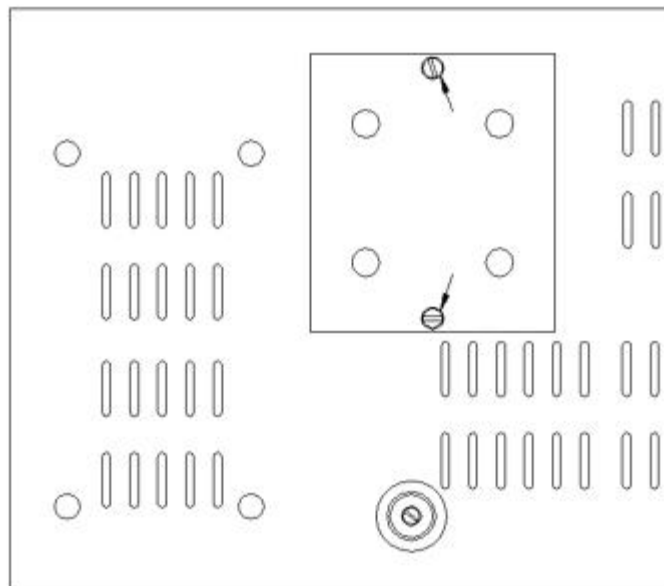

Fig. 03 - Compartimento da lâmpada
2. Remova a tampa do compartimento da lâmpada, localizada na parte inferior do equipamento, soltando os dois parafusos (observe a fig. 03).